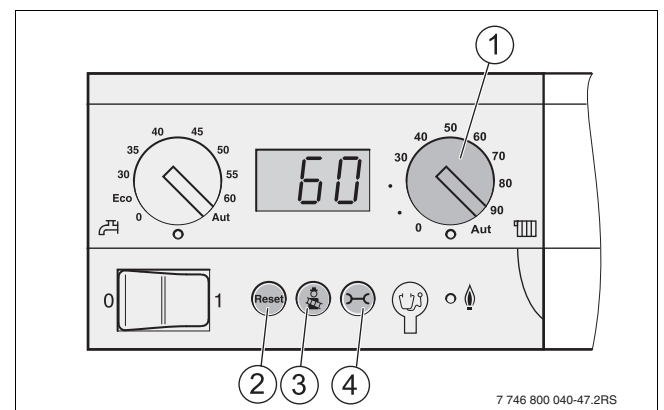

Fig. 65 Painel de comando do controlador básico
- ▶ No botão rotativo temperatura máxima da água da caldeira (→ fig. 65, [1]), ajustar o limite superior de temperatura da água da caldeira para o modo de aquecimento (→ tab. 11).
O ajuste no painel de controlo não pode ser efectuado através do menu, mas sim com o botão rotativo "temperatura máxima da água da caldeira" (→ fig. 65, [1]).